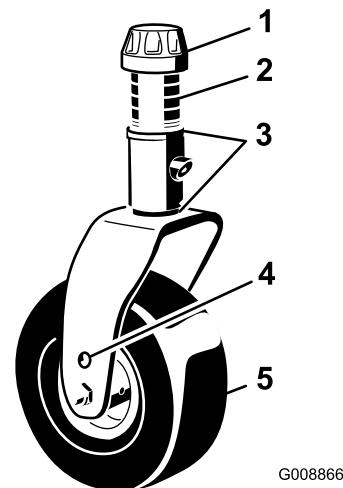

Figura 22
- Coloque los ejes de las ruedas giratorias en el mismo taladro en todas las horquillas (Figura 22 y Figura 24). Consulte en la tabla siguiente el taladro correcto para cada altura.
- Retire el casquillo tensor del eje (Figura 22) y deslice el eje fuera del brazo de la rueda giratoria. Coloque los dos suplementos (3 mm) en el eje de la misma forma que en la instalación original. Estos suplementos son necesarios para obtener el mismo nivel en toda la anchura